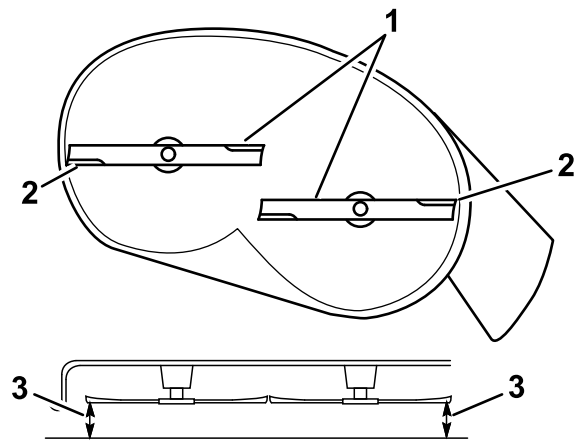

Figure 66
5. Mesurez la distance entre les tranchants extérieurs et le sol plat (Figure 66).